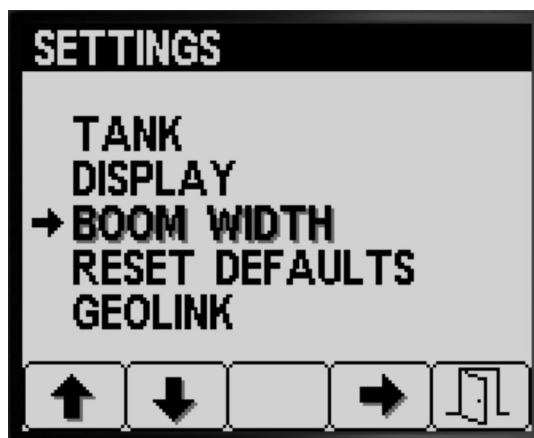

Рисунок 32
- Нажимайте кнопку 2 на экране Settings (Настройки), пока не перейдете к пункту BOOM WIDTH (ШИРИНА СТРЕЛЫ) (Рисунок 32).
- Нажмите кнопку 4 для выбора позиции BOOM WIDTH (ШИРИНА СТРЕЛЫ) (Рисунок 32).